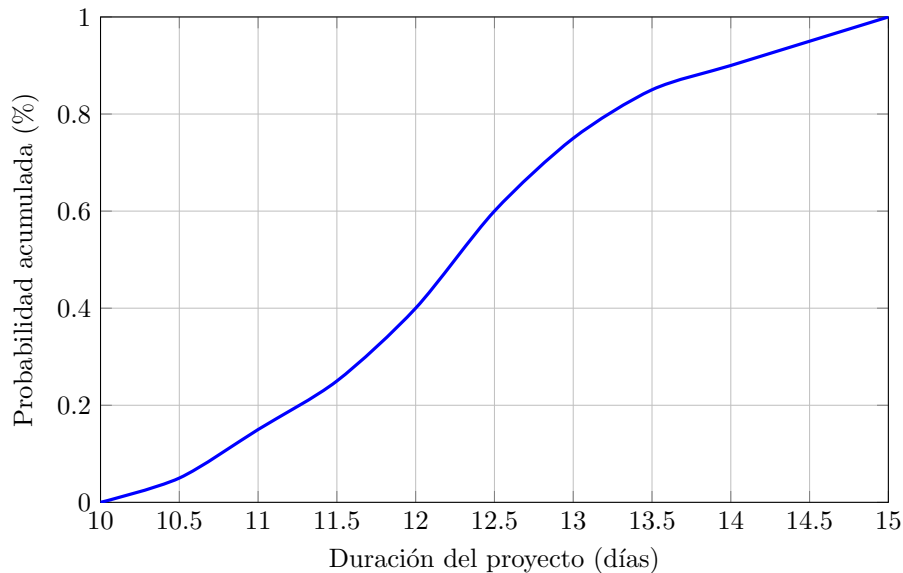

Figura 7.8: Curva en S tras simulación Monte Carlo
- **Simulación:** Principalmente, mediante simulación Monte Carlo. Un análisis Monte Carlo es una técnica utilizada para resolver problemas complejos que involucran incertidumbre o riesgo. Se basa en la idea de usar números aleatorios para simular una variedad de escenarios posibles y analizar sus resultados. Las salidas típicas incluyen un histograma que presenta el número de iteraciones donde se produjo un resultado de la simulación en particular, o una distribución de probabilidad acumulada (curva S) que representa la probabilidad de lograr cualquier resultado en particular o menos, como se muestra en la Figura 7.8.
Con estos resultados, se puede informar de que, aunque el tiempo promedio estimado es de 12.5 días, se debería planificar con un margen hasta 14 días para estar seguros en un 90 % de que el proyecto terminará dentro de ese tiempo. En la Figura 7.8 muestra la curva en S para esta simulación.